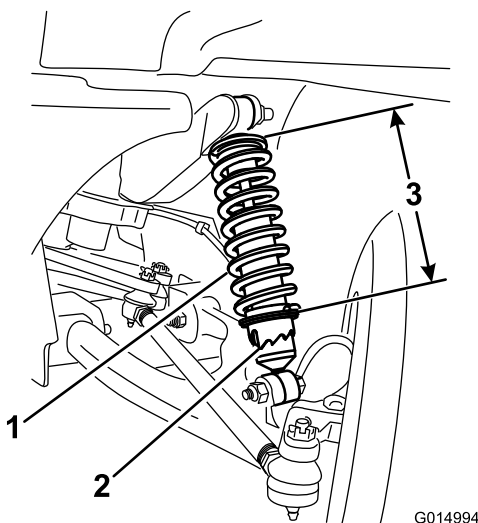

Рисунок 38
- А. Используя инструмент Togo6010, поверните кольцо на амортизаторе, чтобы изменить длину пружины (Рисунок 38).